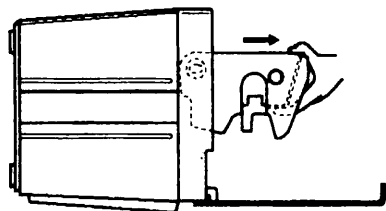

図2-4.
- ④ 図2-4に示すように水平になるまで持ち上げ手前に引くと、本体から簡単に外せます。
(2) 送り部の構造